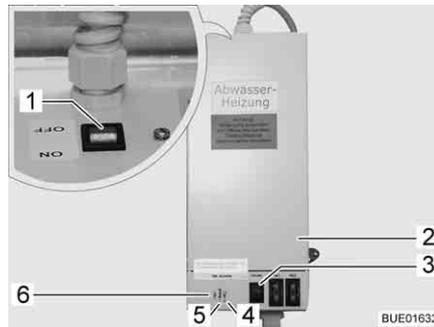

Fig. 147 Transformateur avec régulateur
Le transformateur 230 V AC/12 V DC (Fig. 147,2) est, suivant le modèle, monté dans la penderie ou dans la banquette de la dînette.
- Le voyant de contrôle (Fig. 147,5) s'allume en vert : Régulateur en marche
- Les voyants de contrôle (Fig. 147, 4 et 6) s'allument en rouge : Les conduites des eaux usées sont chauffées
Un bouton-poussoir de contrôle (Fig. 147,3) est intégré dans le boîtier, ce bouton permet d'enclencher brièvement le régulateur. En appuyant sur le bouton-poussoir de contrôle, vous pouvez tester le fonctionnement du chauffage, même si la température ambiante est supérieure à 5 °C.
- Placer l'interrupteur (Fig. 147,1) du transformateur (Fig. 147,2) sur "ON".
- Placer l'interrupteur (Fig. 147,1) du transformateur (Fig. 147,2) sur "OFF".